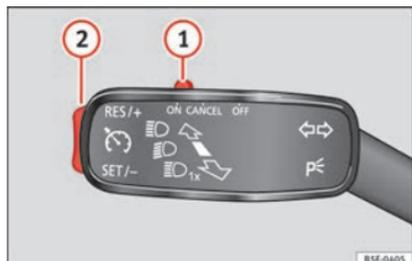

Fig. 47 À gauche de la colonne de direction : contacteur et commandes d'utilisation du GRA.
• Connecter le GRA : déplacez le contacteur » fig. 47 ① sur **ON**. Le système s'allume. Étant donné qu'aucune vitesse n'a été programmée, le système ne règle pas la vitesse.
• Activer le GRA : appuyez sur le bouton » fig. 47 ② dans la zone **SET/-**. La vitesse fixée est alors mémorisée et maintenue.
• Déconnecter le GRA temporairement : déplacez le contacteur » fig. 47 ① sur **CANCEL** ou appuyez sur la pédale de frein. Le réglage est désactivé temporairement.
• Reconnecter le GRA : appuyez sur le bouton » fig. 47 ② sur **RES/+**. La vitesse mémorisée sera de nouveau enregistrée et régulée.
• Augmenter la vitesse programmée pendant le réglage du GRA : appuyez sur le bouton ② sur **RES/+**. Le véhicule accélère jusqu'à la nouvelle vitesse enregistrée.
• Réduire la vitesse programmée pendant le réglage du GRA : appuyez sur le bouton ② sur **SET/-** pour réduire 1 km/h (1 mph). La vitesse est réduite jusqu'à atteindre la nouvelle vitesse enregistrée.
• Déconnexion du GRA : déplacez le contacteur » fig. 47 ① sur **OFF**. La vitesse mémorisée est effacée et le système est déconnecté.